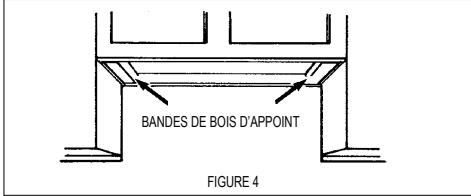

FIGURE 4
3. Si le fond de l'armoire est en retrait, des blocs de bois doivent être installés pour assurer un alignement adéquat avec le fond de l'armoire. Les blocs de bois doivent être alignés ou en retrait de  $1/16''$  à  $1/8''$  par rapport au fond de l'armoire, comme indiqué sur la FIGURE 4..